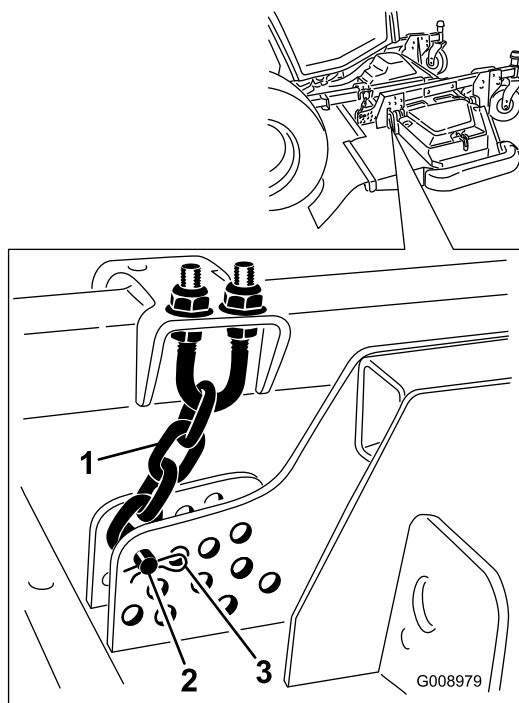

図 23
8. 刈高チェーンを刈り込みデッキ後部に固定しているヘアピンコッターとクレビスピンを取り外す 図 23。